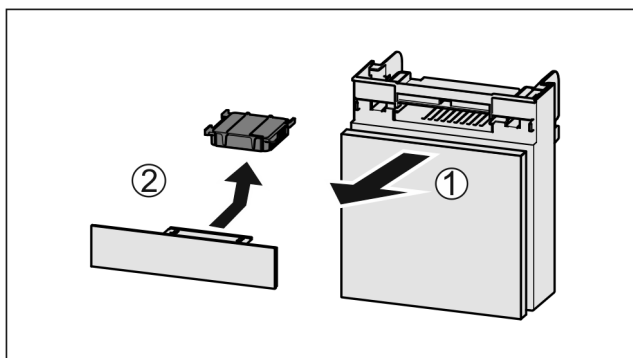

Fig. 148
- Extrageți Fig. 148 (1) compartimentul către în față.
- Scoateți Fig. 148 (2) filtrul de cărbune activ.